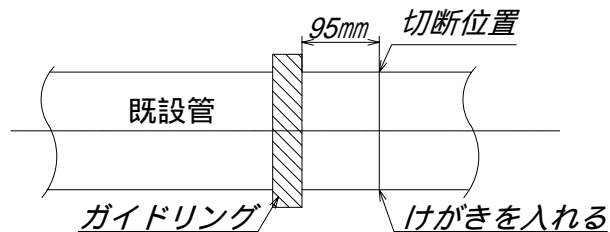

図2 ガイドリングの取り付け位置
(2) 図2のように既設埋設管切断位置全周に“ケガキ”を入れ、そこから95mm離れた位置にガイドリングを管軸方向に対して直角に取り付ける。